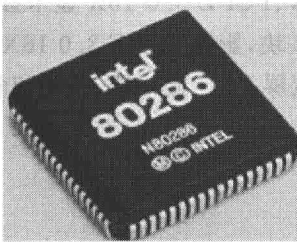

图 1-4 80286
- 1980 年后广泛用于 PC 机的 80286 微处理器,如图 1-4 所示。